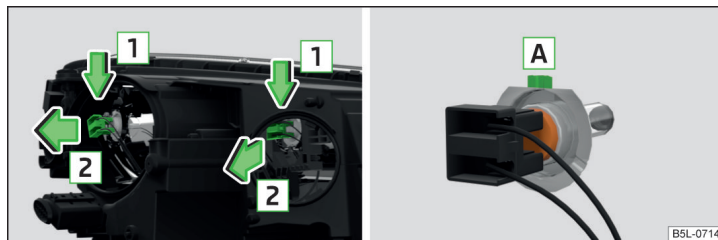

Fig. 187 Faros con luz halógena: Bombilla para luz de cruce y de carretera
- Libere el conector correspondiente con la bombilla en el sentido de la flecha **1** » fig. 187.